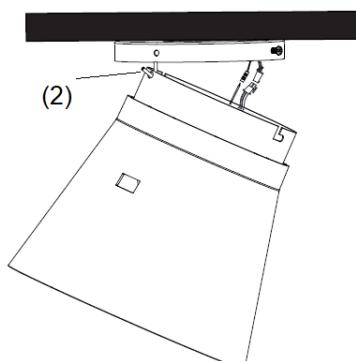

Fig. 4
- Levante el conjunto del ventilador y móntelo en el soporte. Levante el conjunto del ventilador y móntelo en el gancho en «J» (2). (Fig. 4)